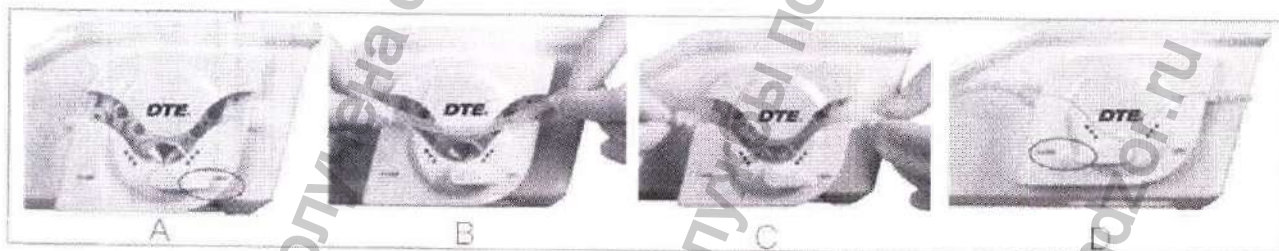

Рисунок 4
1. Поверните ручку перистальтического насоса по часовой стрелке до индикатора «ОТКРЫТО», откроется паз (Рисунок 4-А).
2. Поместите ирригационную трубку в открывшийся паз перистальтического насоса (Рисунок 4 - В).
3. Поверните ручку перистальтического насоса по часовой стрелке в положение «ЗАКРЫТЬ» и закройте паз насоса (Рисунок 4 - D).